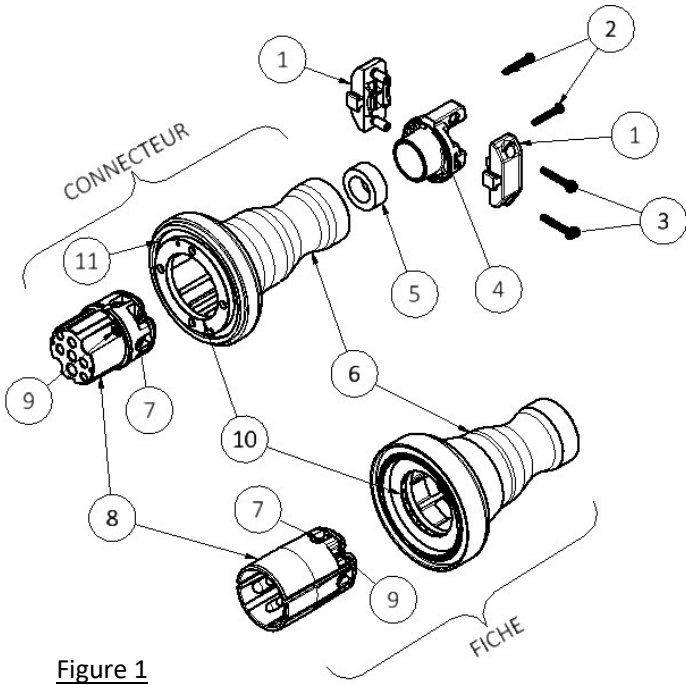

Figure 1
5. Méthode de câblage (Reporter à la figure 1):